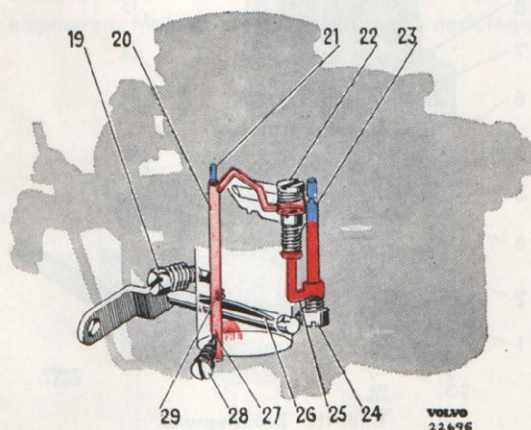

Bild 12. Tomgång.
När motorn går på tomgång är gasspjället nästan helt stängt (reglerat med en stoppskruv 19, bild 12) varigenom vakuumet omkring och under spjället blir stort. Sugningen genom tomgångshålet (27) blir då stark varvid bränsle suges upp från kanalen ovanför huvudmunstycket (24) genom ett kalibrerat hål (25) och tomgångsmunstycket (23) till tomgångskanalen som mynnar ut i förgasarhalsen med ett större (27) och två mindre hål (29). Luft tillföres genom dels ett hål (21) under luftspjället dels genom ett luftmunstycke (22) ovanför tomgångsmunstycket.